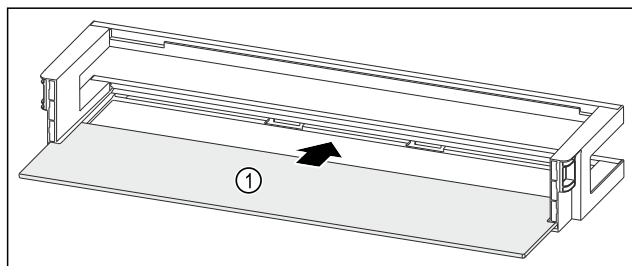

Fig. 243 Durvju plaukts ar plauktu
- Iebīdiet plauktu Fig. 243 (1) sānu padziļinājumos.